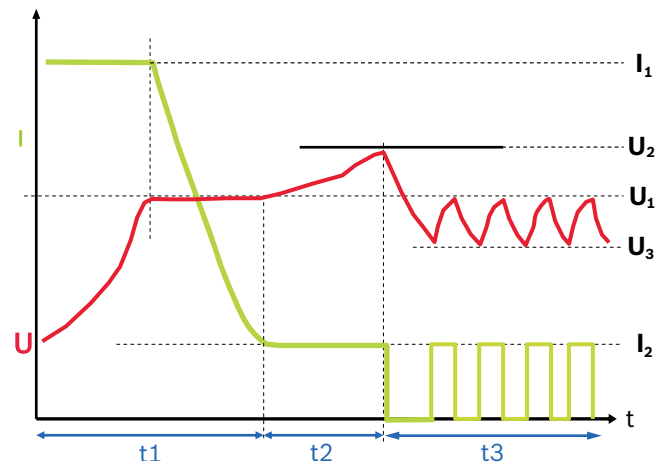

Fig. 4: Curva caratteristica di carica
- 1 Avanzamento della carica (vedere curva caratteristica di carica fig. 4)